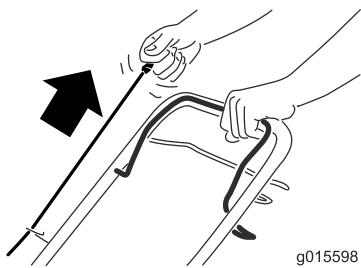

Figura 15
- Tire del arrancador de retroceso (Figura 15).